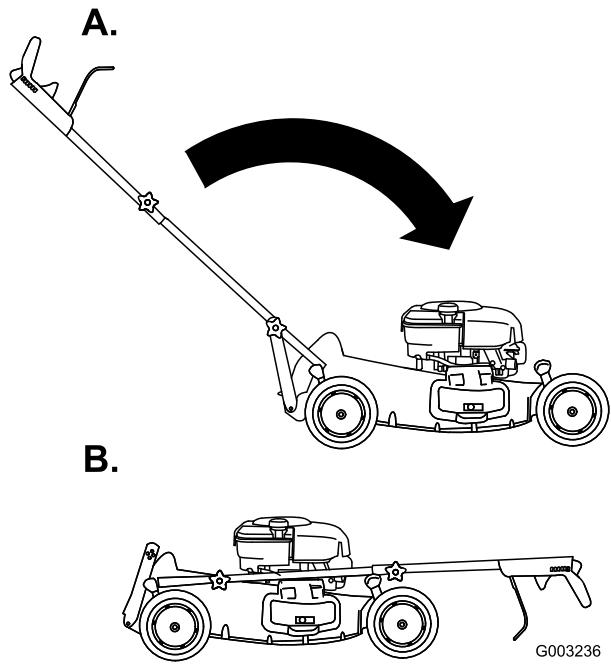

Figure 56
3. Pliez la partie supérieure du guidon en avant (Figure 56).